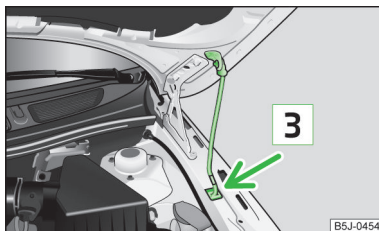

Fig. 127
- Luați tija de susținere din locașul ei și asigurați capota deschisă a motorului, introducând capătul tijei în orificiul prevăzut  » fig. 127.